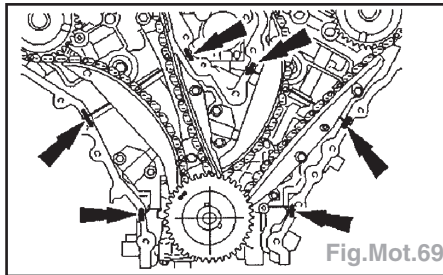

Fig.Mot.69
- Appliquer un point de 6 mm de mastic d'étanchéité sur les plans de joint aux emplacements indiqués (Fig.Mot.69).